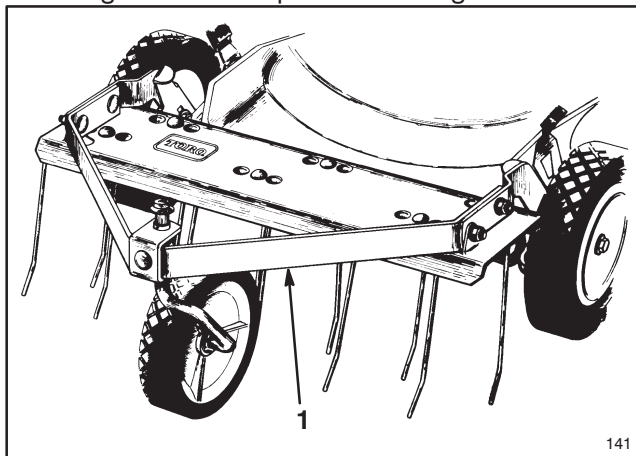

Abbildung 35
3. Zinkenvorsatz-Kit, Modell-Nr. 59131—In Minuten montierbar. Vorne befestigt zwecks einfacher Manövrierbarkeit (Abb. 35). Federstahlzinken lockern Materialanhäufungen für sauberes Absaugen in den Grasfangsack und bequemes Entsorgen.